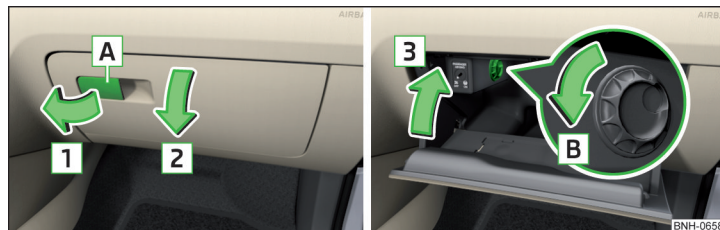

Abb. 91 Ablagefach öffnen / Ablagefach schließen und Luftzufuhr öffnen
- Zum **Öffnen** den Griff **A** in Pfeilrichtung **1** ziehen und den Deckel in Pfeilrichtung **2** klappen » Abb. 91.
- Zum **Öffnen** den Drehregler in Pfeilrichtung **B** bis zum Anschlag drehen » Abb. 91.